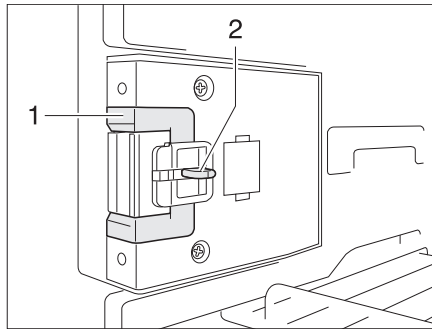
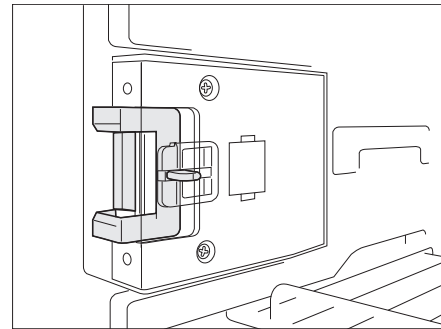

Fig. 340 Dispositivo de cierre en posición normal
Fig. 341 Dispositivo de cierre en posición de ventilación
- Hundir el desbloqueo (Fig. 340,2).
- Empujar el dispositivo de cierre (Fig. 340,1) hacia delante (Fig. 341).